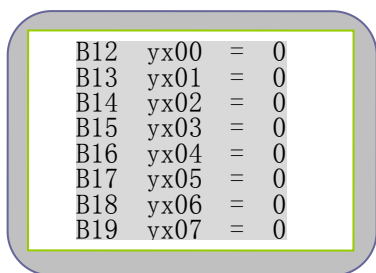

图 2-1-4
- b) 开关状态：显示8个开关输入量的对应端子号、序号和开关状态（图2-1-4）。按“返回”键回到上级菜单。